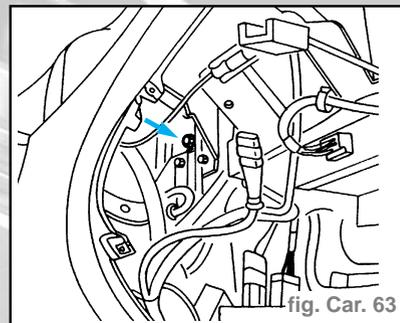

fig. Car. 63
- En opérant dans la zone centrale du tableau de bord, dévisser la vis indiquée (fig. Car. 63).